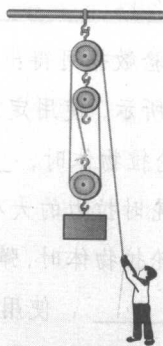

图 9-17
2. 如图9-17所示，货物重 $1\,000\text{ N}$ ，动滑轮重 50 N ，拉力至少多大才能提升重物？如果每段绳子只能承担 400 N 的拉力，滑轮组最多能提起多重的货物？